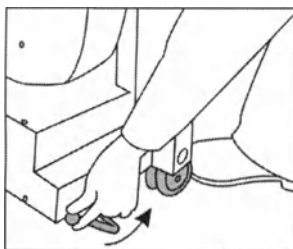

Рисунок 15
- 7) Сложить подножку, уперев несущие колеса блока излучателя (в собственную ногу, например) и слегка нагнув его назад – см. рисунок 15.